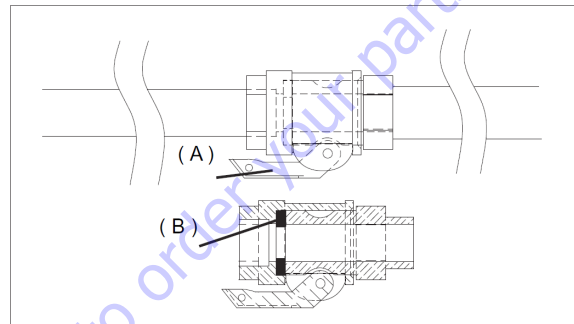

FIG.8
Ouvrir le robinet d'air de la lance. À 3 ou 4 reprises, activer et désactiver la roue à cellules à l'aide de l'interrupteur spécial (2-3 secondes de marche, 2-3 secondes d'arrêt) et l'activer ensuite définitivement. Régler l'eau jusqu'à obtenir la consistance recommandée par le producteur du matériau. Fermer le robinet de l'air au pistolet. Prendre les tuyaux du matériau, contrôler qu'ils sont en bon état, que les raccords sont intègres et que les joints d'étanchéité respectifs sont présents, verser dans le premier tronçon 3 litres environ de coulis, les relier ensuite au collecteur de refoulement (repère 10) et à la lance pulvérisatrice. Contrôler que les leviers à cames (A) des raccords sont correctement serrés et que le joint d'étanchéité (B) est présent comme sur la fig.8.